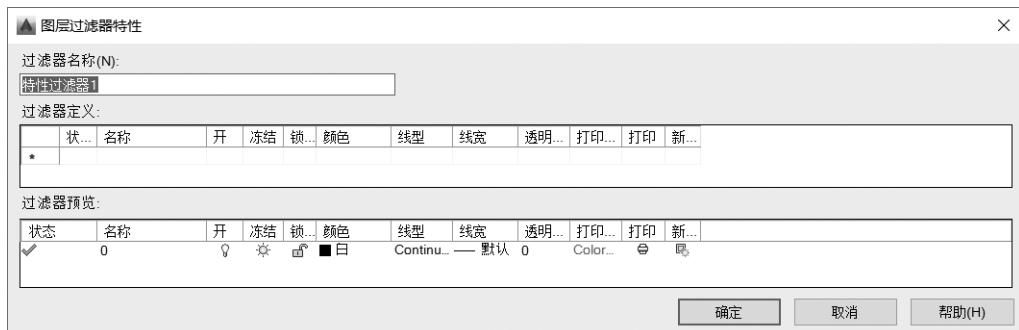

图 4-4 “图层过滤器特性”对话框
1) “新建特性过滤器”按钮：用于打开“图层过滤器特征”对话框，如图 4-4 所示。该对话框可以对图层进行过滤，改进后的图层过滤功能大大简化了用户在图层方面的操作。在该对话框中，可以在“过滤器定义”列表框中设置图层名称、状态、颜色、线型及线宽等过滤条件。